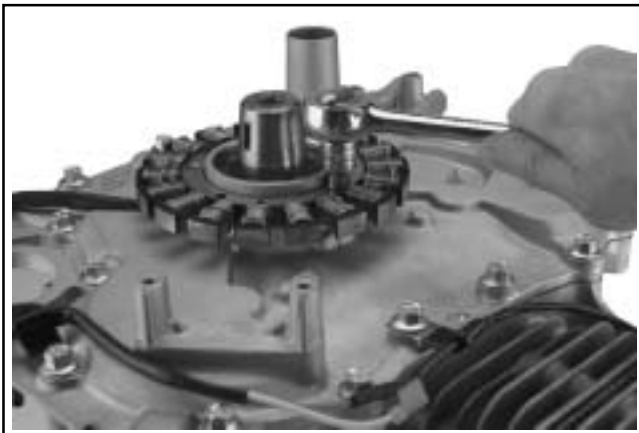

Figura 8-25. Extracción del estátor.
1. Extraiga los dos tornillos que fijan el estátor a los resaltes de la placa de cierre. Ver Figura 8-25.